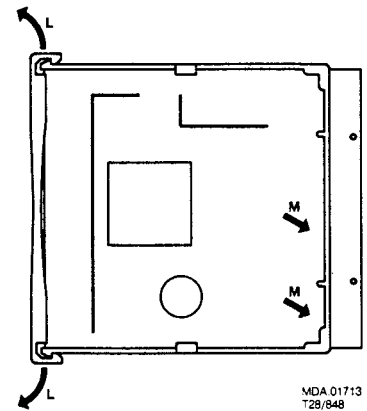

Bild 9
2. Herausnahme des Stromversorgungsprints PS25 (siehe Bild 9)